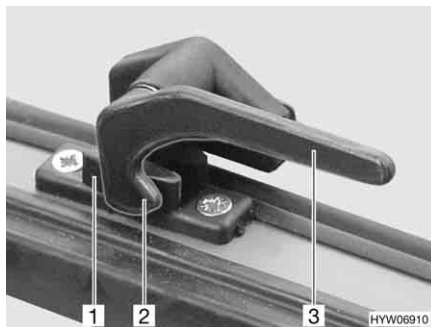

Fig. 33 Leva di serraggio (posizione "Chiusa")
- Ruotare la leva di serraggio (Fig. 33,3) di un quarto di giro verso il centro della finestra.
- Ruotare la leva di serraggio (Fig. 33,3) di un quarto di giro verso il telaio della finestra. Il nasello di chiusura (Fig. 33,2) si trova sul lato interno della chiusura della finestra (Fig. 33,1).
- In posizione "Completamente chiusa" (Fig. 33).